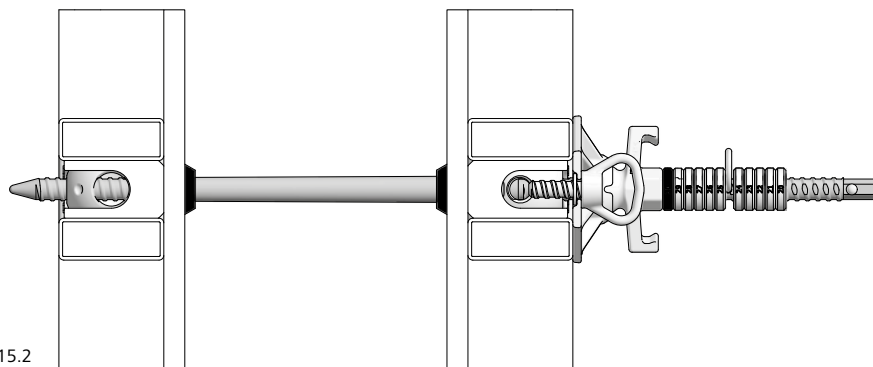

Abb. 15.2
- Einseitige Ankerung mit XT-Konusanker 20 (ohne Rillenrohr) (Abb. 15.2)